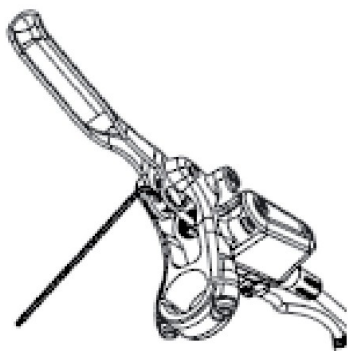

Abbildung 3-1 Einstellung des Abstandseinstellschraubens
- ① Bei der Verwendung eines 2 mm-Inbusschlüssels zum Einstellen vergrößert sich der Abstand durch Drehen im Uhrzeigersinn (maximal etwa 100 mm), während sich der Abstand durch Drehen gegen den Uhrzeigersinn verringert (minimal etwa 80 mm, wie in Abbildung 3-1 gezeigt).
- ② Wenn der Abstand durch Drehen im Uhrzeigersinn auf das Maximum eingestellt wird (etwa 100 mm) und der 2 mm-Inbusschlüssel weiter gedreht wird, bewegt sich der Kolben des Bremshebels nach vorne, was dazu führt, dass der Hebel leichter zu betätigen ist (die Bremskraft wird erhöht), aber die automatische Nachfüllfunktion des Öls möglicherweise nicht mehr funktioniert.